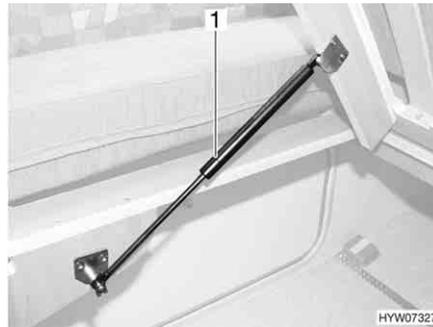

Fig. 141 Lit fixe
- Soulever le sommier à lattes. Les ressorts à pression de gaz (Fig. 141,1) maintiennent le sommier à lattes en position ouverte.